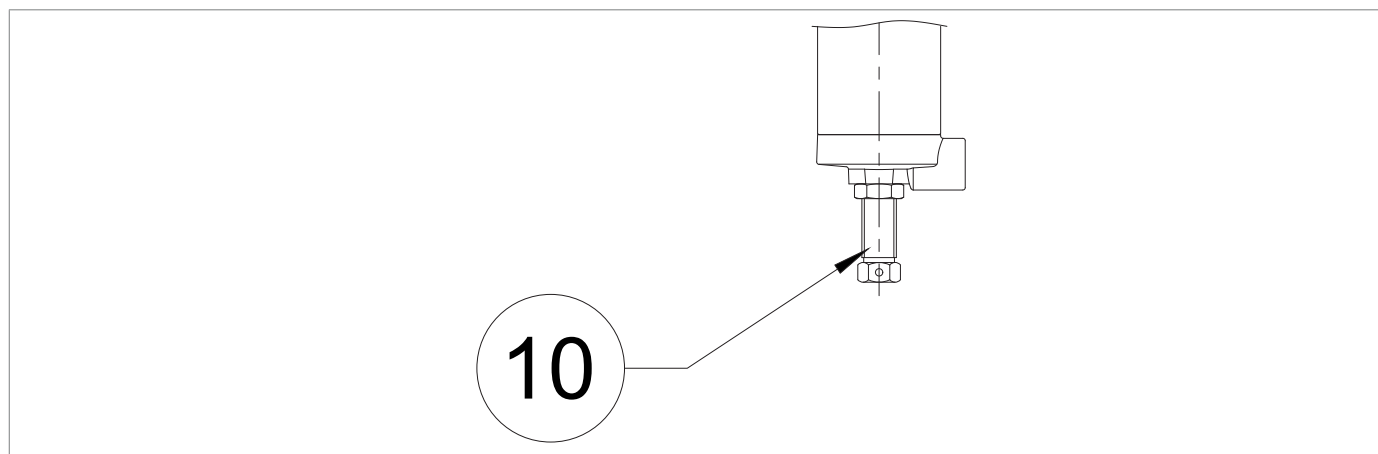

Fig. 8.30. Piloti serie 200/A
2	Svitare completamente il dado di fissaggio e la vite di regolazione (Fig. 8.30) dei piloti (3, 11) per scaricare la molla.
3	Comprimere completamente la molla del pilota (3) ruotando la vite di regolazione (Fig. 8.30) in senso orario.
4	Scaricare completamente la molla del pilota (11) ruotando la vite di regolazione (Fig. 8.30) in senso antiorario.
6	Ruotare la vite di regolazione (Fig. 8.30) del pilota monitor (11) in senso orario per aumentare il valore della pressione di valle fino al valore prescelto di lavoro del monitor. ! AVVISO! Controllare la pressione facendo riferimento al manometro (5) posto a valle.
7	Ruotare la vite di regolazione (Fig. 8.30) del pilota (3) in senso antiorario per scaricare la molla di taratura fino al raggiungimento del valore di pressione di valle prestabilito.
13	Inserire e fissare le viti di regolazione con i dadi di fissaggio (Fig. 8.30) dei piloti (3, 11).
4	Scaricare completamente la molla del pilota (10) ruotando la vite di regolazione (Fig. 8.30) in senso antiorario.
7	Aumentare lentamente la pressione di valle ruotando la vite di regolazione (Fig. 8.30) del pilota del monitor (10) in senso orario fino a raggiungimento del valore della pressione di intervento della valvola acceleratrice M/A (11). AVVISO! Controllare la pressione facendo riferimento al manometro (5) posto a valle.
9	<p>Ruotare la vite di regolazione (Fig. 8.30) del pilota del monitor (10) in senso antiorario per diminuire il valore della pressione di valle fino al valore prescelto di lavoro del monitor.</p> <div style="border: 1px solid black; padding: 5px;"> <p>! AVVISO!</p> <ul style="list-style-type: none"> • Assicurandosi che la valvola acceleratrice M/A (11) abbia interrotto lo scarico del gas; • Controllare la pressione facendo riferimento al manometro (5) posto a valle. </div>
10	<p>Ruotare la vite di regolazione (Fig. 8.30) del pilota (3) in senso antiorario per scaricare la molla di taratura fino al raggiungimento del valore di pressione di valle prestabilito.</p> <div style="border: 1px solid black; padding: 5px;"> <p>! AVVISO!</p> <p>Controllare la pressione facendo riferimento al manometro (5) posto a valle.</p> </div>
16	<p>Inserire e fissare le viti di regolazione (Fig. 8.30) con i dadi di fissaggio dei piloti (3, 10) e della valvola acceleratrice M/A (11).</p>
2	Svitare completamente il dado di fissaggio (Fig. 8.30) della vite del pilota (3).
3	Scaricare completamente la molla del pilota (3) ruotando la vite di regolazione (Fig. 8.30) in senso antiorario.